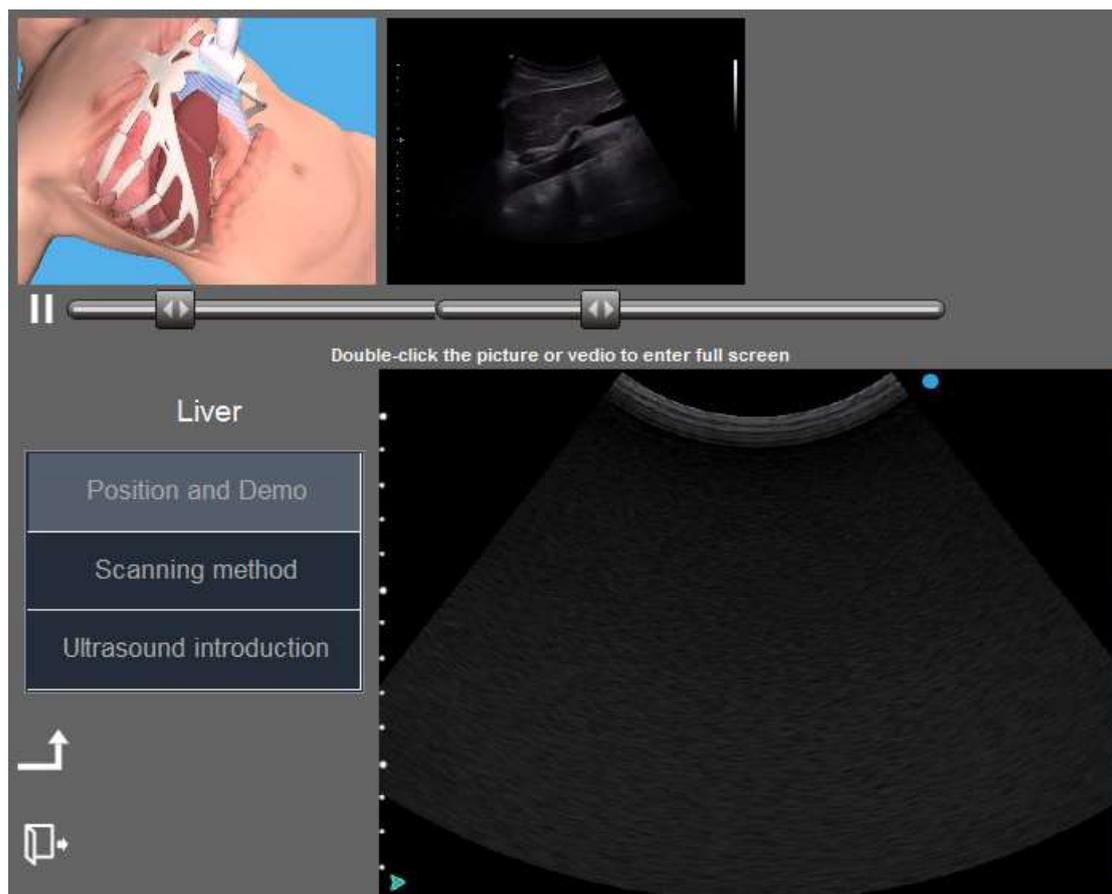

Fig. H-3 Localização e exemplo de exame hepático
- 2) Em seguida, clamber "**Fígado**" para entrar na tela de ensino de varredura do fígado. Veja a Fig. H-3. At a parte superior da tela é um exemplo de varredura do fígado, a esquerda é uma simulação dinâmica da posição do fígado e do método de operação, e a direita é o cinécino de diagnóstico correspondente. O canto inferior direito da tela é uma imagem de diagnóstico ao vivo. O usuário pode digitalizar uma imagem comreferência à imagem simulada ao mesmo tempo para a prática real.